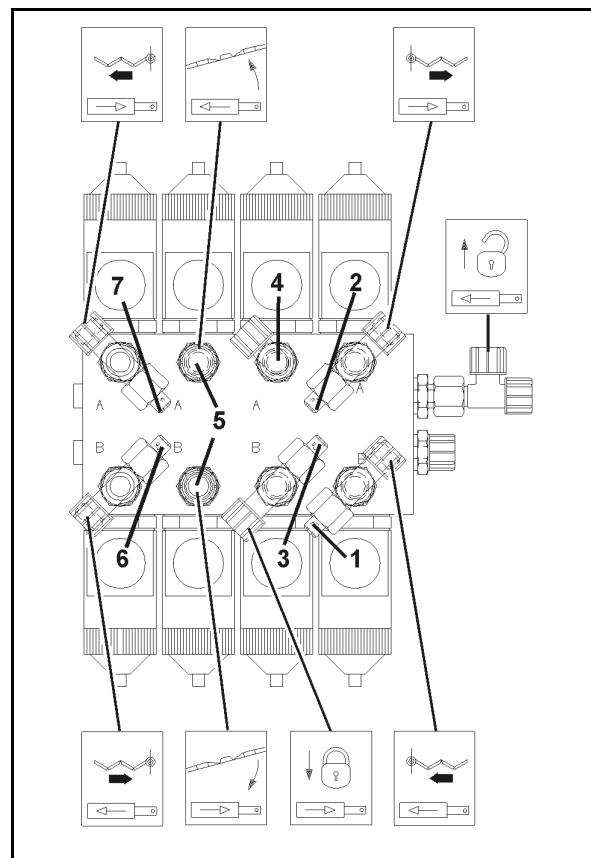

Fig. 185
Dacă nu este cazul, în cazul unui compensator de oscilații deblocat, aliniați timoneria echipamentului de stropire depliat prin contragreutăți (Fig. 185/1).
1. Desfaceți șuruburile (Fig. 185/2) eclisei de fixare (Fig. 185/3). Alinierea se realizează direct la gheara din plastic (Fig. 185/4) prin găurile alungite ale eclisei de fixare.
3. Strângeți șuruburile (Fig. 185/2).